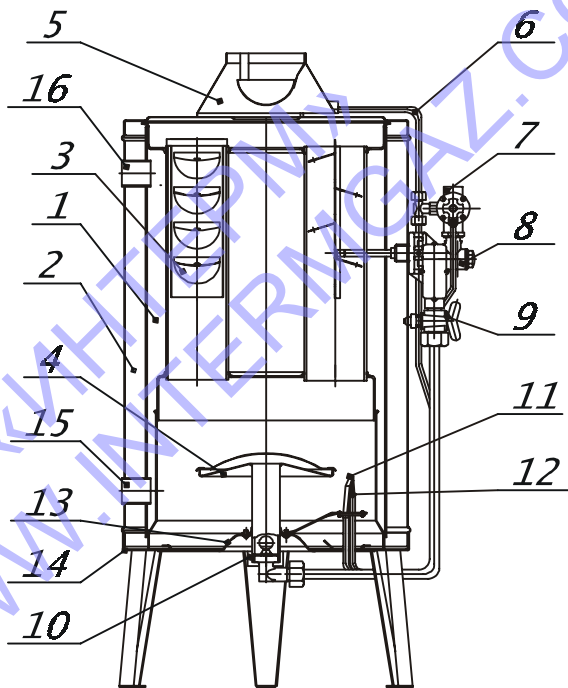

Рис. 1. (исп. 1). Схема аппарата отопительного газового бытового с водяным контуром:
2.3. Основные показатели аппаратов исп. 1 (рис. 1), исп. 2 (рис. 2).
5.1. Аппарат исп. 1 (рис. 1) состоит из следующих узлов: теплообменника, кожуха, устройства газогорелочного, крана газового, зонта с обтекателем, автоматики безопасности и регулирования, которая включает клапан газовый магнитный с фильтром, термопару, горелку запальную, терморегулятор и автоматику по тяге.
6.11. При устранении неисправностей в устройстве газогорелочном или для прочистки основной и запальной горелок произвести следующие подготовительные работы: отсоединить трубки горелок и термопару от узла автоматики, повернуть поддон по оси до прорези в основании 14 (см. рис. 1 (исп. 1)) и в раме 14 (см. рис. 2 (исп. 2)), вывести поддон из прорези в основании и извлечь его из-под аппарата, после выполнения указанных операций вернуть все в первоначальное положение, закрепив трубки горелок и термопару к узлу автоматики.